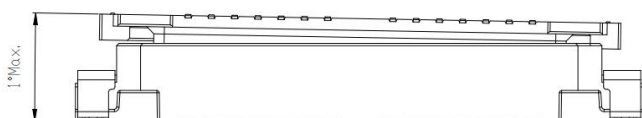

图 3/Fig.3
i. 请在图 3, 4 的角度下进行装配。
Please mate below the angle of the figure 3, 4